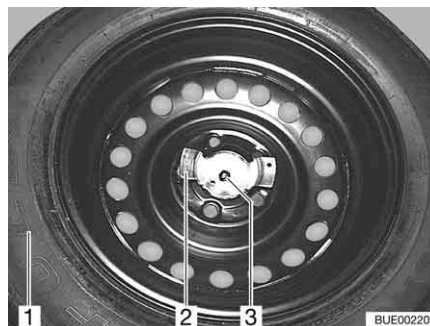

Fig. 238 Fijación de la rueda de repuesto
- Desenroscar las dos tuercas (Fig. 238,2 y 3).
- Sacar la rueda de repuesto (Fig. 238,1) del portador de la rueda de repuesto.